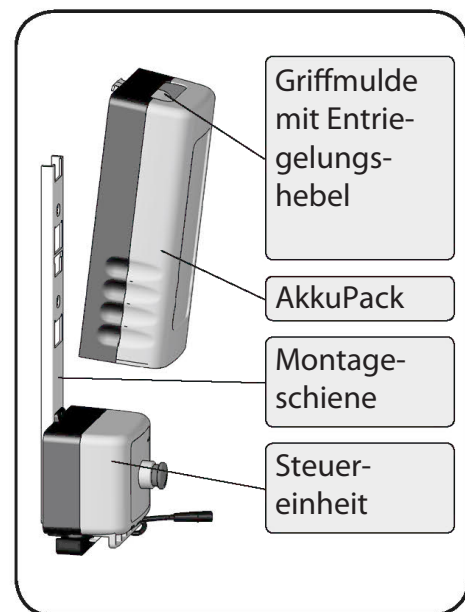

Abbildung 50
1. Greifen Sie von oben in die Griffmulde am Akkupack und ziehen Sie mit den Fingern den Entriegelungshebel nach oben (Abbildung 50).
2. Ziehen Sie gleichzeitig den Akkupack ein Stück von der Montagesschiene weg und dann nach oben aus der Halterung heraus (Abbildung 50).